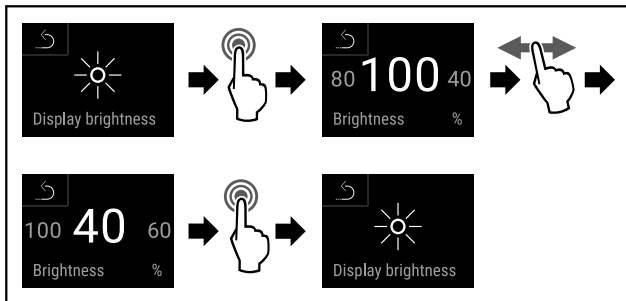

Fig. 109
- ▶ Eseguire i passi (vedere Fig. 109).